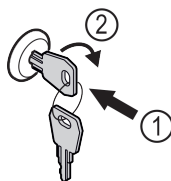

Fig. 143 Ilustrační zobrazení
- Klíč zasuněte dovnitř Fig. 143 (1).
- Otáčejte klíčem o 90° ve směru hodinových ručiček Fig. 143 (2).